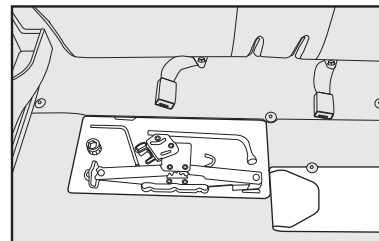

fig. 13
- Suelte las herramientas y quite el crique **fig. 13**, sacándolo de su alojamiento.